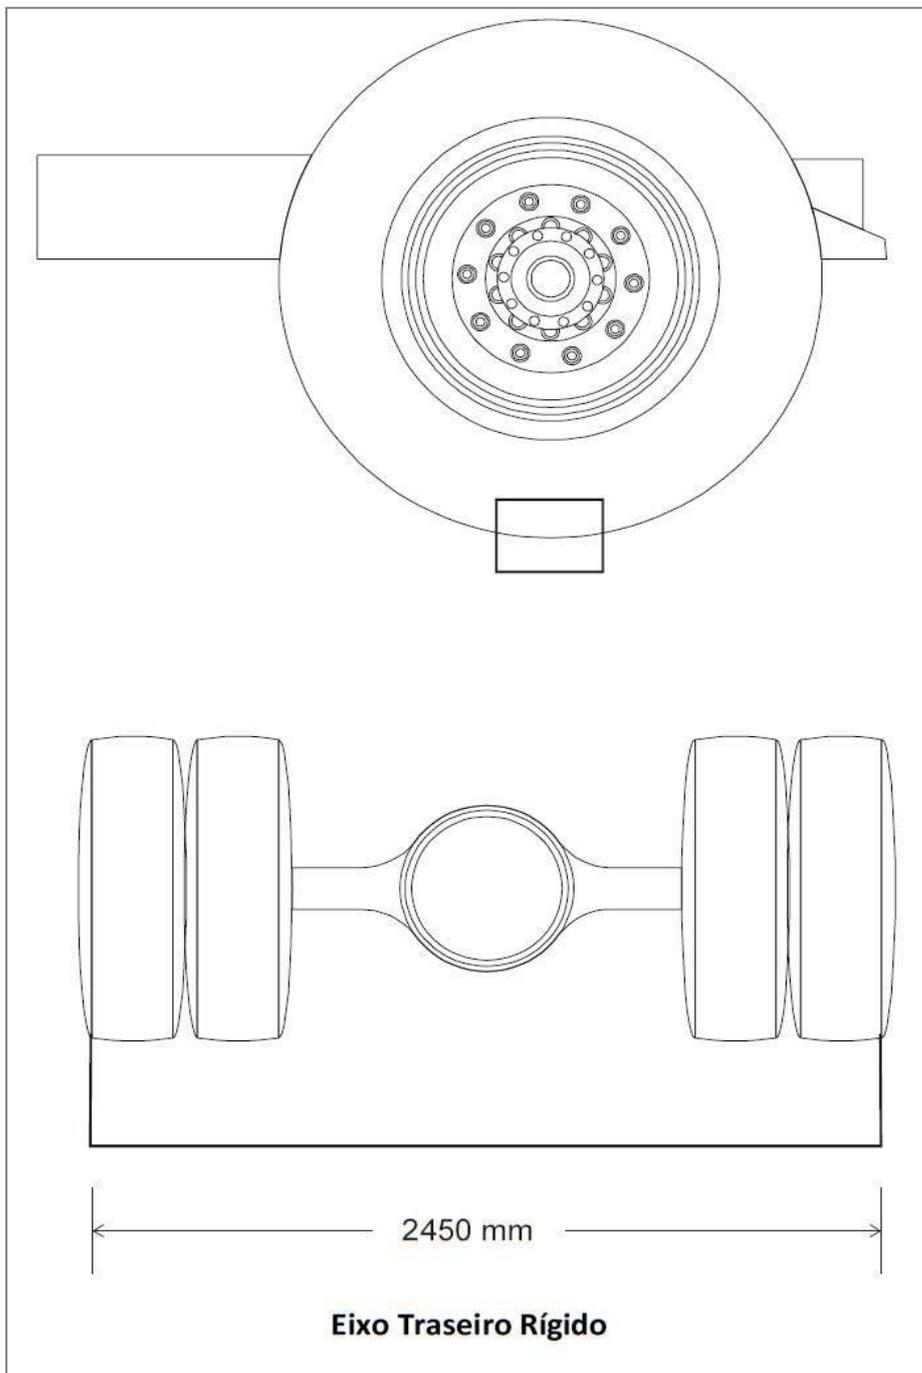

Figura 16
- a) O eixo traseiro terá que ter uma bitola máxima de 2.450 mm com tolerância de 15 mm na parte externa e inferior do pneu (ombro) em contato com o solo, medido com gabarito de enquadramentos dos eixos de um lado ao outro, conforme Figura 16.